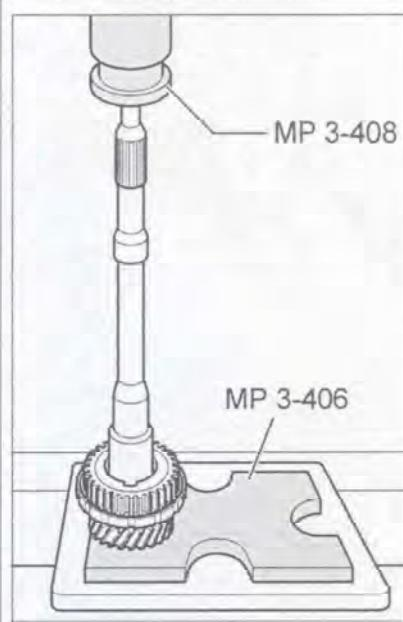

Рис. 7.261. Снятие ступицы синхронизатора 3-й/4-й передач.
5. Спрессуйте ступицу синхронизатора 3-й/4-й передач на вал с помощью специального инструмента (рис. 7.261).